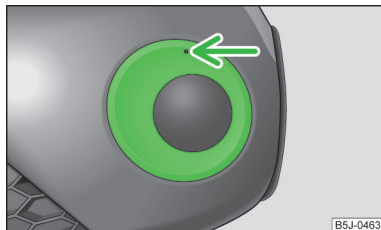

Abb. 166
- › In die Öffnung oberhalb des Nebelscheinwerfers » Abb. 166 den Drahtbügel